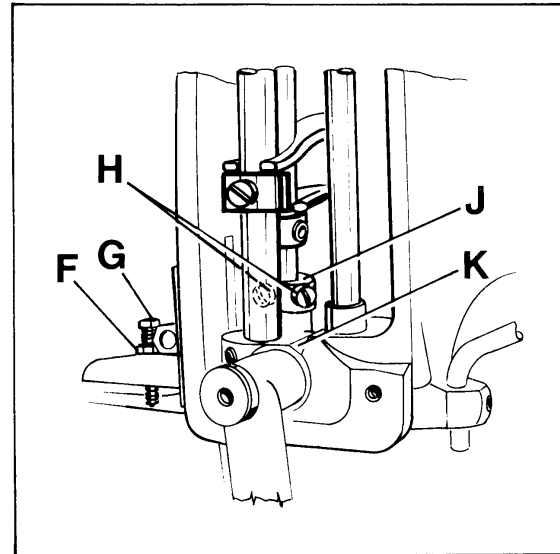
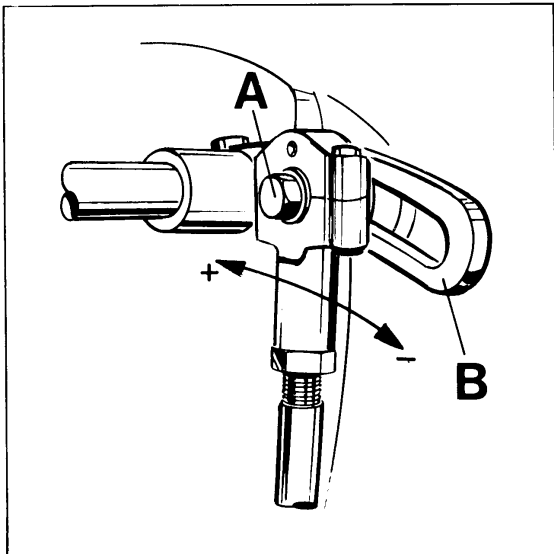

Fig. 20
Fig. 21
For setting the small gap between the feed dogs loosen nut (F, Fig. 20). Turning in screw (G) increases the gap, turning it out decreases the gap. Retighten nut (F). For matching the upper feed dog travel with the lower feed dog travel loosen screw (A, Fig. 21). Moving the ball link in the slot of rocker lever (B) to the front decreases the upper feed dog travel, moving it to the rear increases the travel. Retighten screw (A).
Zum Einstellen des Luftspalts zwischen den Transporteur lösen Sie die Mutter (F, Fig. 20). Eindrehen der Schraube (G) vergrößert den Luftspalt, Herausdrehen verkleinert ihn. Ziehen Sie die Mutter (F) wieder an.
Zum Angleichen des Obertransportwegs an den Weg des unteren Transporteurs lösen Sie die Schraube (A, Fig. 21). Verschieben des Kugelgelenks im Kulissenhebel (B) nach vorne verkleinert den Obertransportweg, verschieben nach hinten vergrößert ihn. Ziehen Sie die Schraube (A) wieder an.